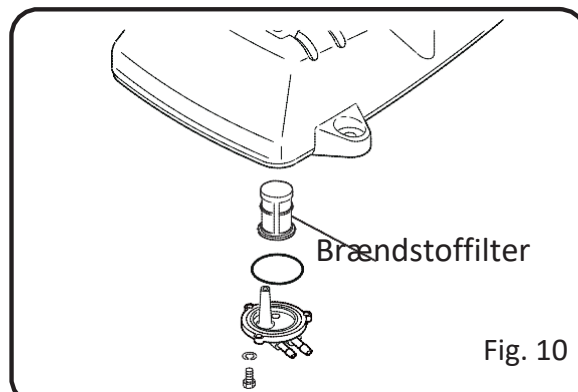

Fig. 10
- 2 **Vedligeholdelse for hver 50 timers drift** Fjern brændstoffilterholderen, og rengør indersiden grundigt. (Fig. 10) Fjern tændrøret, og rengør det. Juster derefter gnistgabets til 0,6 til 0,7 mm.